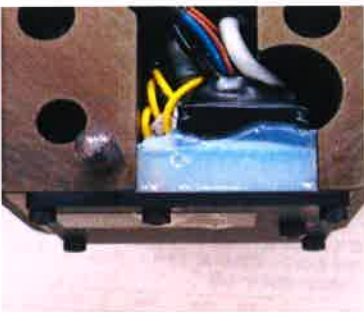

Fig. 7
4) 此时请用硅胶模压LED ASSY的连接接头。(请参阅Fig. 7)
此时, 如果电缆浮动, 则用粘结剂进行固定。Fig. 7所示为完成后的照片。